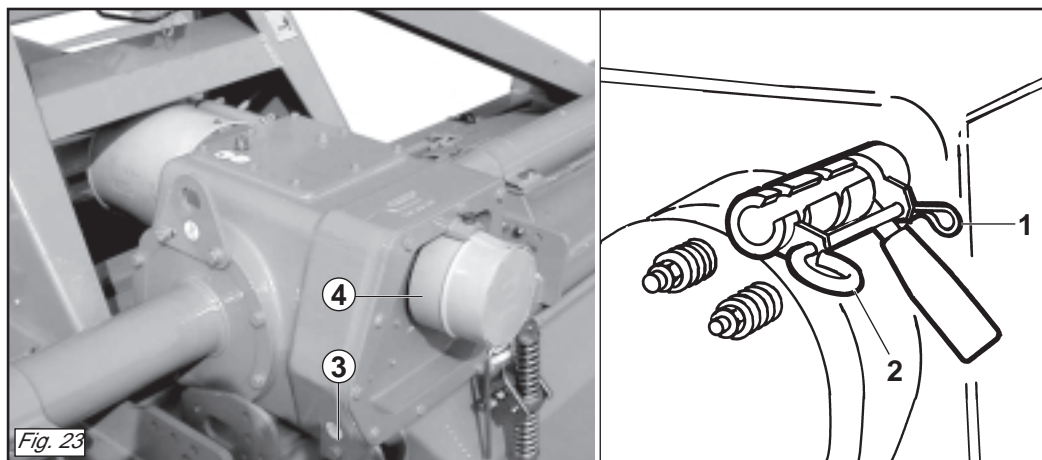

Fig. 23
The machine is equipped with a three-speed lever operated gearbox (Fig. 23) which can supply two different ranges of spinning values for the blade rotors in relation to the pair of gears installed at the rear.
To change the speed, remove the safety split pin (1 Fig. 23), remove the rod (2 Fig. 23) that locks the gear lever in position and then move the lever itself to the desired position.
Die Maschine ist mit einem Schalthebel mit drei Stellungen ausgestattet (Abb. 23), der je nach den beiden Zahnradern, die hinten positioniert sind, zwei unterschiedliche Drehzahlbereiche für die Rotation der Messertragerrotoren liefern kann. Das ist auf unebenem Gelände sehr nützlich, weil es die Bearbeitung des Bodens vereinfacht und die Fahrgeschwindigkeit des Schleppers konstant gehalten werden kann.
Um einen anderen Gang zu erhalten, den Sicherungssplint (1 Abb. 23) herausziehen, die Stange (2 Abb. 23) entfernen, mit der der Gangschalthebel blockiert wird, um den Hebel dann in die gewünschte Stellung zu bringen. Die Stange und den Sicherungssplint anschließend wieder montieren.
La machine est équipée d'une boîte à trois vitesses, avec commande par levier (Fig. 23). Suivant le couple d'engrenages placés à l'arrière, il peut fournir deux gammes différentes de valeurs de rotation des rotors porte-couteaux.
Pour changer de vitesse il faut retirer la goupille de sécurité (1 Fig. 23), déposer la tige (2 Fig. 23) qui bloque le levier de vitesses pour pouvoir le déplacer sur la sélection désirée. Ensuite remonter la tige et la goupille de sécurité.
La máquinas está equipada con un cambio de palanca de tres velocidades (Fig. 23) que en base al par de engranajes emplazados en posición posterior puede suministrar dos diversas gamas de valores de rotación de los rotores porta-cuchillas. Es muy útil para terrenos no uniformes, ya que facilita el trabajo sobre el terreno, manteniendo constante la velocidad de marcha del tractor.
Para cambiar velocidad es necesario extraer el pasador de seguridad (1 Fig. 23), quitar la varilla (2 Fig. 23) que bloquea en posición la palanca de las marchas y luego desplazar la palanca misma en la selección deseada.
- scaricare l'olio dalla scatola cambio svitando il tappo inferiore (3 Fig. 23);
- rimuovere il coperchio (4 Fig. 23) con cura per non danneggiare il paraolio posizionato in corrispondenza dell'albero della presa di forza uscente e l'anello OR;
- drain the oil from the gearbox by unscrewing the lower plug (3 Fig. 23);
- remove the cover (4 Fig. 23) with care to prevent damage to the oil seal installed on a level with the output PTO shaft and the OR ring;
- Das Öl aus dem Getriebegehäuse ablassen, indem man den unteren Stopfen (3 Abb. 23) abschraubt.
- Den Deckel (4 Abb. 23) sorgfältig abnehmen, um die Öldichtung auf dem austretenden Zapfwellenstummel und den O-Ring nicht zu beschädigen.
- laissez sortir l'huile de la boîte de vitesses après avoir dévissé le bouchon en bas (3 Fig. 23);
- enlevez le couvercle (4 Fig. 23) en faisant attention à ne pas endommager le joint pare-huile qui se trouve au niveau de l'arbre de sortie de la prise de force et le joint d'étanchéité;
- descargar el aceite de la caja de cambios desenroscando el tapón inferior (3 Fig. 23).
- quitar la tapa (4 Fig. 23) con cuidado para no dañar el guardagotas emplazado en coincidencia con el eje de la toma de fuerza de salida y el anillo OR.